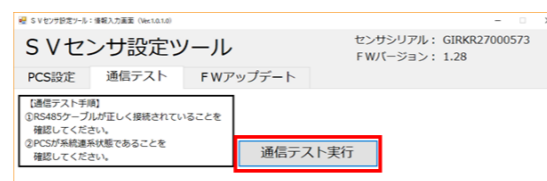

図15. 通信テスト画面
- (1) 通信ケーブルが正しく接続されており、PCSが系統連系状態であることを確認する。
- (2) 「通信テスト実行」ボタンをクリックする。(図15)